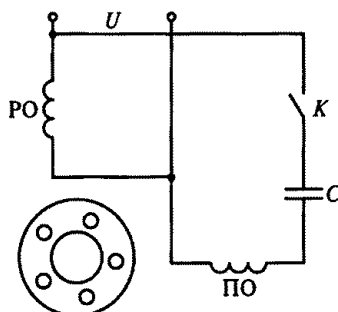

Рис. 226
9.59. Какое из приведенных положений является ошибочным для схемы пуска однофазного асинхронного двигателя на рис. 226?